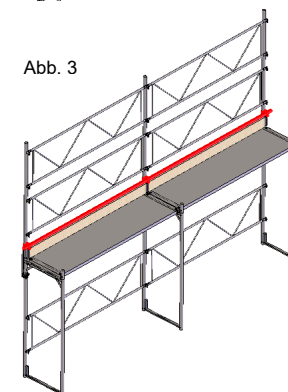

Abb. 4
7. Montieren Sie das Gerüstrohr 48.3 x 3.25 mm oder 48.3 x 2.30 mm (Art. S771.600/S771.000/S770.100/S770.000) mit Kreuzkupplungen (Art. S777.020 oder S777.120) oberhalb des Bordbretts (ab Belagsplatte bis Oberkante Gerüstrohr) 25 cm über den Gerüstbelägen. (Abb. 4)